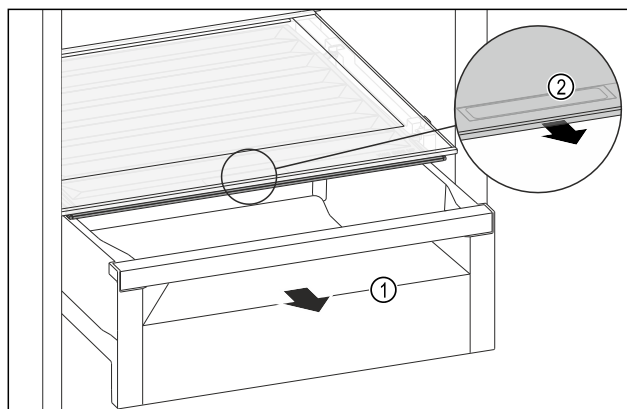

Fig. 206
- Húzza ki a fiókot Fig. 206 (1).
- Fogja meg a süllyesztett fogantyút Fig. 206 (2) a rekeszfedélen, és ezzel egy időben húzza előre fel a rekeszfedélet.